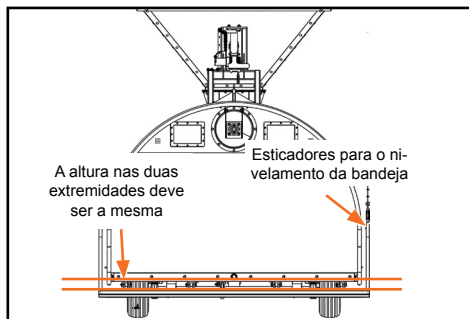

Figura 35
- A bandeja deve ficar nivelada mantendo a mesma altura em ambas as extremidades, para corrigir o nivelamento é preciso realizar a regulagem dos cabos de aço, utilizando os esticadores (Figura 35).